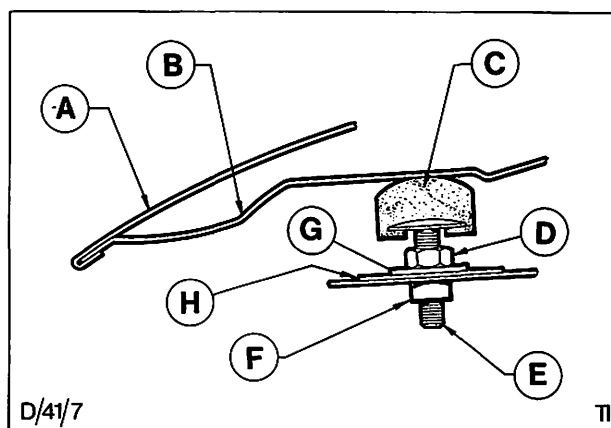

Abb. 51 Gummipuffer – Motorhaube
1. Motorhaube öffnen, Kontermutter D lösen und Gummipuffer C aus dem vorderen Querträger H herausrauben, Abb. 51.